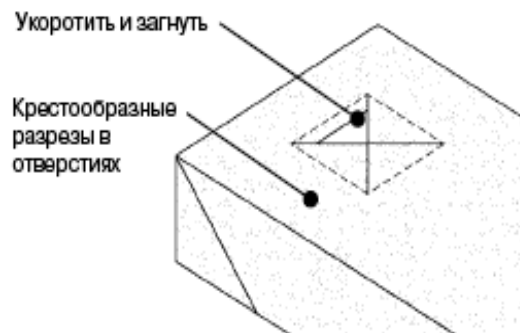

Рис. 3. Прорезание отверстий.
8. Осторожно сделать крестообразные разрезы от угла до угла проемов и окошек на кожухе. Укоротить лишнюю пленку и загнуть ее на внутреннюю сторону кожуха. Плотнo прижать пленку (см. Рис. 3).